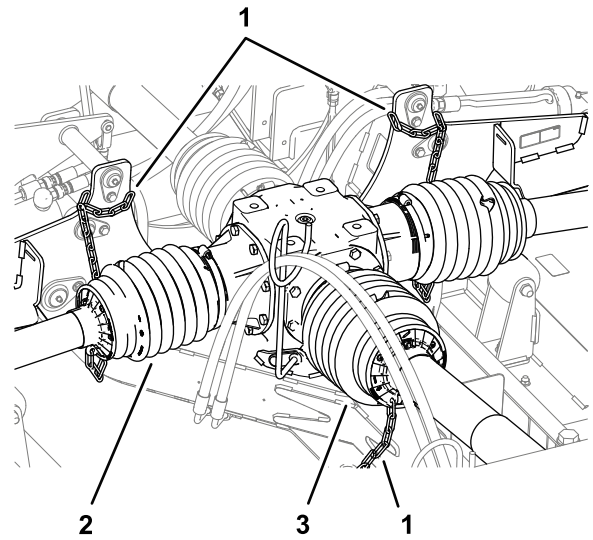
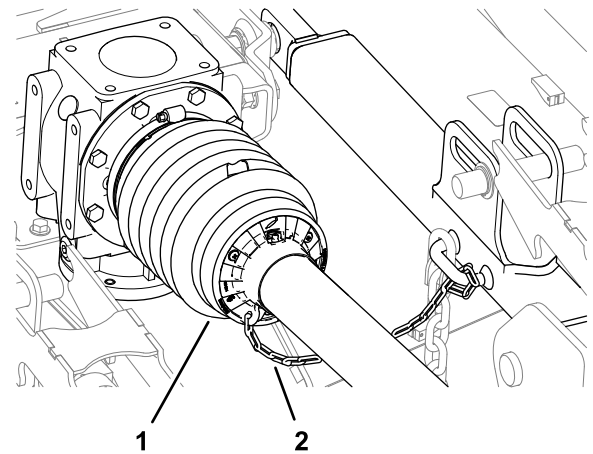

Рисунок 14
Рисунок 15
6. Убедитесь, что ограничительные цепи подсоединены к заднему кожуху вала механизма отбора мощности, кожухам приводных валов и раме газнокосилки (Рисунок 14 и Рисунок 15).